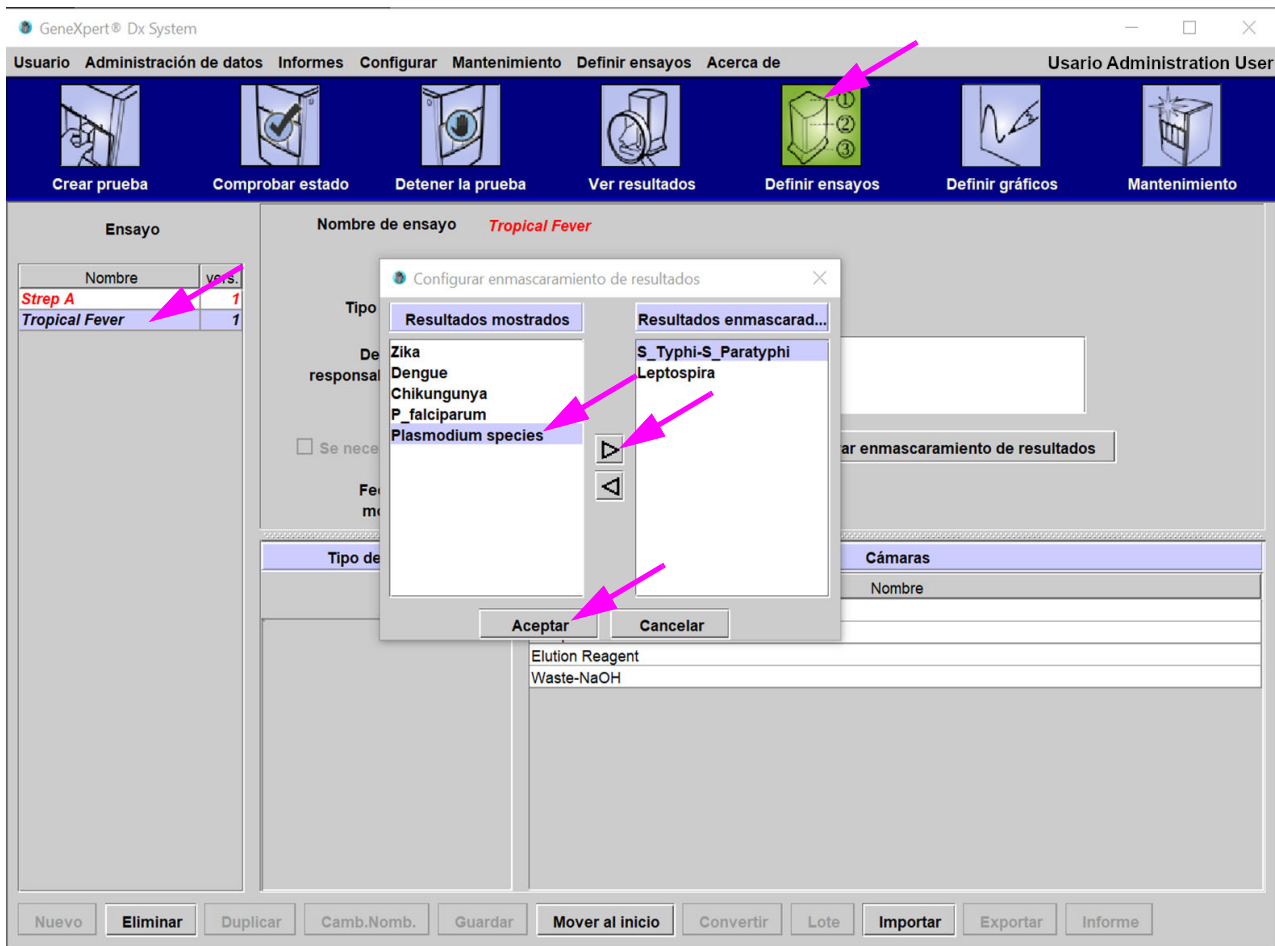

Figura 5-28. Pantalla Definir ensayos (Define Assays) con Configurar el enmascaramiento de resultados (Configure Results Masking) superpuesto
Se abrirá la pantalla Definir ensayos (Define Assays) (consulte la figura 5-28).
3. Haga clic en **Configurar el enmascaramiento de resultados (Configure Results Masking)** (consulte la figura 5-28).
4. Aparece la ventana superpuesta Configurar el enmascaramiento de resultados (Configure Results Masking) (consulte la figura 5-28). La ventana superpuesta Configurar el enmascaramiento de resultados incluye dos columnas: Resultados mostrados (Displayed Results) y Resultados enmascarados (Masked Results). Todos los resultados de la columna Resultados mostrados (Displayed Results) se mostrarán en los resultados finales de la prueba. Los resultados de la columna de resultados Enmascarados (Masked) no se mostrarán en los resultados finales de la prueba.